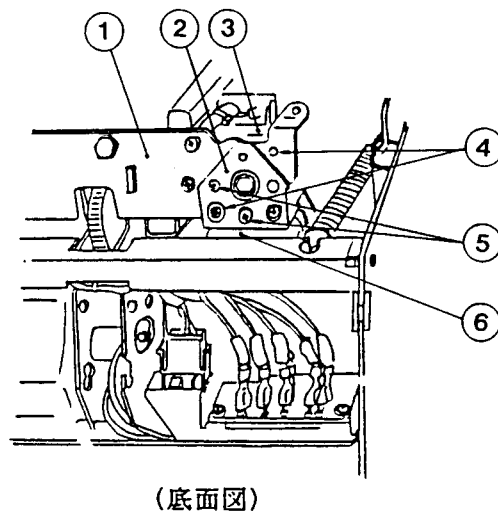
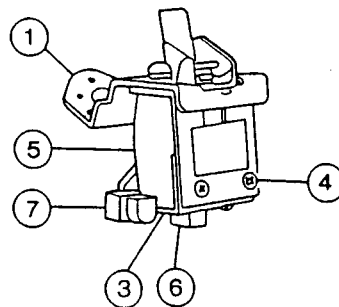
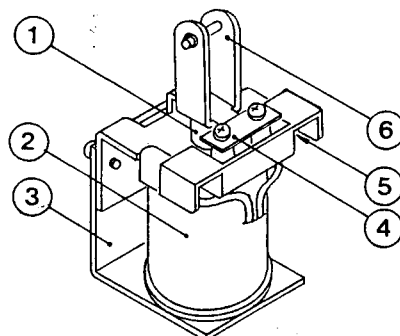

図48. SHT取付外観図
図49. SHT.1 外観図
図50. SHT.2 外観図
標準では、1個（図48⑥）装備されています。（図49）
ご要求により2個（図48③、⑥）装備されているものもあります。（図49、図50）
手順（SHEET NO.56 図48、図49、図50参照）